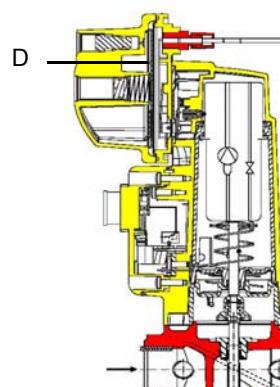

Рис. 19
**⚠ ВНИМАНИЕ:** диафрагма D исполнительного механизма SKP2 должна находиться в вертикальном положении (Рис. 19).